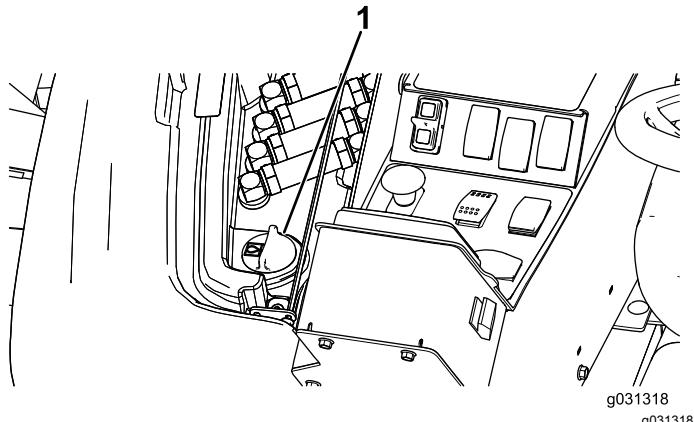

Figure 120
- Du côté droit de la machine, soulevez le couvercle d'accès pour exposer le bouchon du réservoir hydraulique (Figure 120).
- Nettoyez la surface autour du goulot et du bouchon de remplissage du réservoir hydraulique (Figure 120).